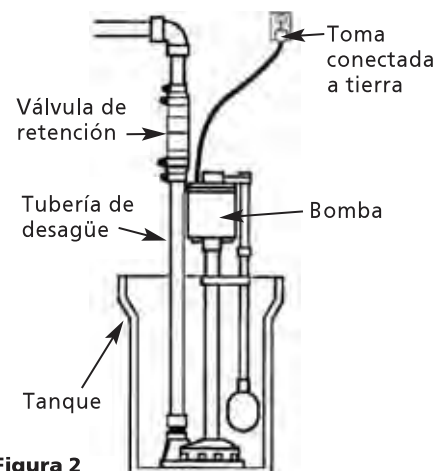

Figura 2
- La bomba debe instalarse en un foso séptico que tenga 46 cm de diámetro y 61 cm de profundidad. La Figura 2 muestra un dibujo esquemático de la instalación de la bomba.